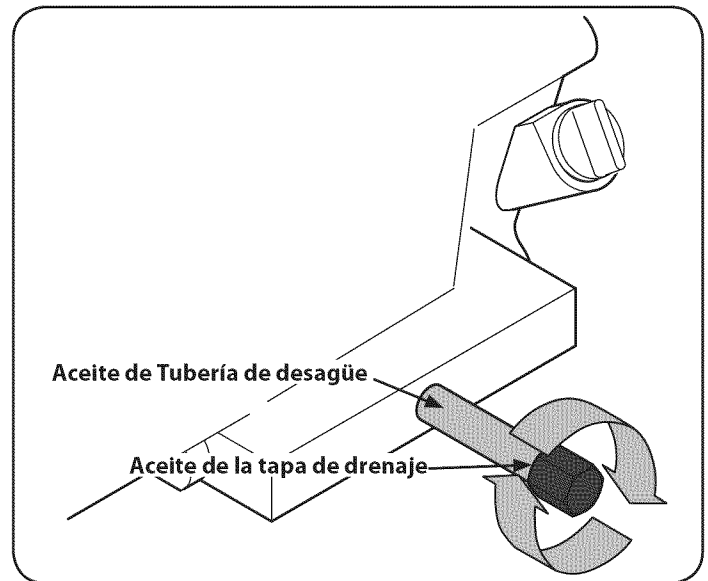

Figura 25
3. Retire la tapa de drenaje situada en el extremo de la tubería de drenaje de aceite y cambio de aceite en un recipiente apropiado. Ver la Figura 25.